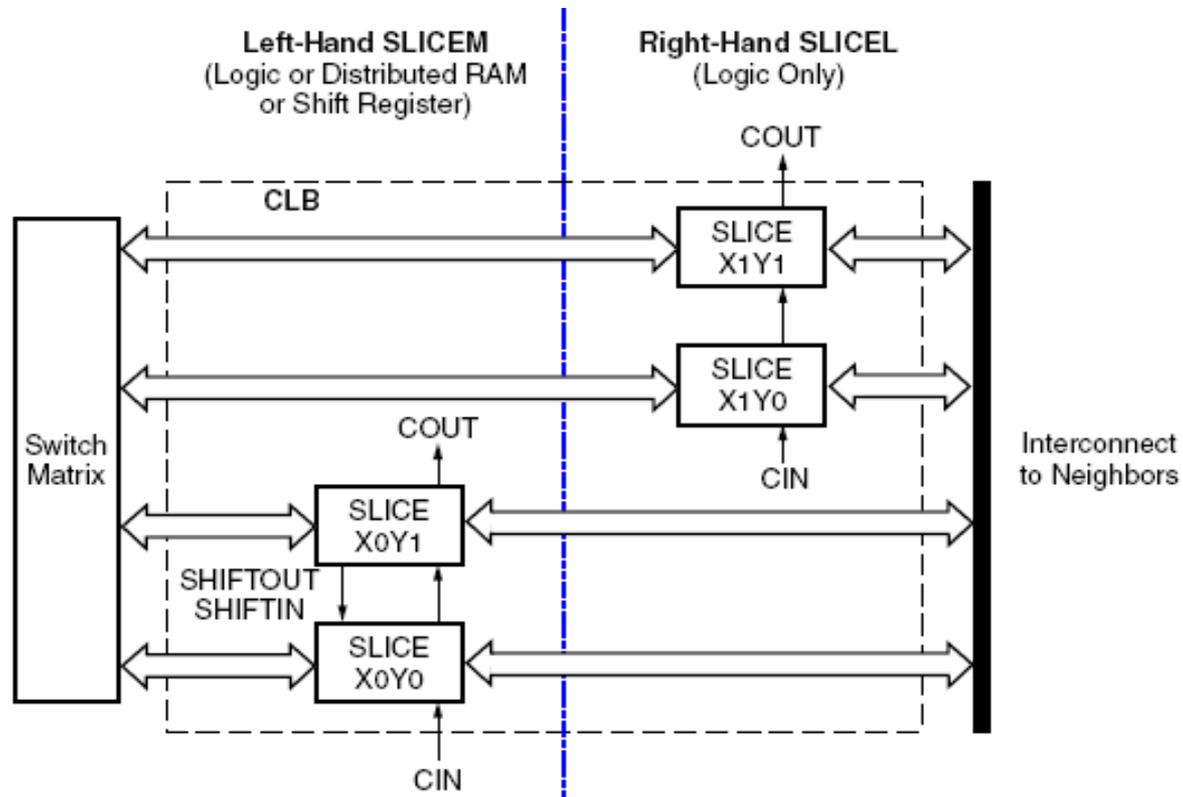

图6 Spartan3E芯片的CLB内部结构
- Spartan3E的每个CLB包含4个Slice，如图6所示。其中，左边的一对Slice被称为SliceEM，包含分布式RAM和逻辑；右边的一对被称为SliceL，仅包含逻辑。CLB具有输入函数配置，每个CLB可实现16:1多路复用器。